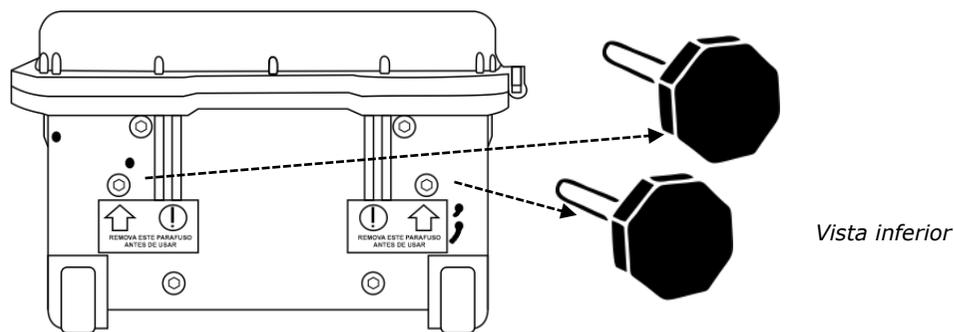

Figura 2
- Retire os dois manípulos de proteção de transporte localizados na parte inferior da unidade, conforme indicação localizada nesta região (Figura 2). A não retirada resultará em vibração excessiva.
- Recoloque os manípulos na parte inferior do equipamento (Figura 2) quando for transportá-lo ou movimentá-lo.